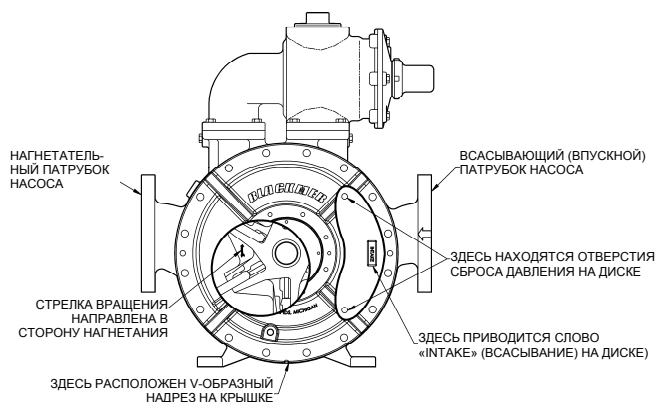

Рисунок 10
1. **ВТУЛКА** – Втулка плотно подгоняется к корпусу (12); при установке будьте осторожны во избежание травм пальцев.
- a. Выровняйте и направьте втулку (41) и шпонку втулки (74) вместе в корпус насоса. Слово «INTAKE» (ВСАСЫВАНИЕ), нанесенное на втулку, должно быть направлено в сторону входа жидкости в насос. **ПРИМЕЧАНИЕ.** Впускное (всасывающее) отверстие помечено стрелкой, направленной внутрь.
- a. Поместите диск (71) на крышку (20 или 20А) раззенкованными отверстиями для винтов вверх.
- b. Расположите диск таким образом, чтобы при установке узла крышки с дренажным отверстием и V-образным надрезом вниз слово «INTAKE» (ВСАСЫВАНИЕ) на диске было направлено в сторону впуска (всасывания) жидкости в насос. Два отверстия диска должны находиться в положениях «2 часа» и «4 часа» при условии, что впуск находится справа (см. Рис. 10).
- f. Установите и равномерно затяните винты с головкой под ключ крышки (21), убедившись, что уплотнительное кольцо узла крышки (72) располагается на месте без повреждений.
4. **ПОДШИПНИКИ СКОЛЬЖЕНИЯ (вкладыши подшипников)** – если подшипник скольжения (24) был снят со ступицы (20С), то перед присоединением ступицы к узлу крышки нужно установить новый подшипник.
- b. Поместите подшипник (24) в его гнездо на внутренней поверхности ступицы (20С) конусным концом внутрь.
- a. Перед присоединением ступицы (20С) к узлу крышки (20) смажьте три фаски узла крышки.
- a. Частично установите ротор и вал (13) в открытую часть насоса через отверстие установленной крышки (20). Старайтесь не повредить лицевую поверхность диска концом вала. **ПРИМЕЧАНИЕ.** При установке ротора и вала стрелка направления вращения на роторе должна указывать направление вращения насоса – в сторону нагнетания насоса, когда стрелка расположена непосредственно под валом. См. Рис. 10.